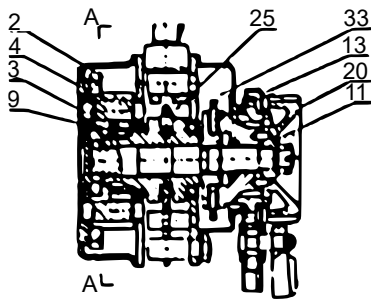

Figure 1
Ajustez le levier d'ajustage sur « UP » et tournez la poignée du levier à droite pour engager fermement les plaques de friction (20) et le disque de verrouillage (13) contre le frein (33) qui tourne alors à l'unisson et actionnent l'arbre d'entraînement (11), le disque de frein (2), l'arbre du pignon (4) et le pignon (3). La chaîne de charge et la poignée-levier soulèvent doucement la charge (voir Fig. 1).